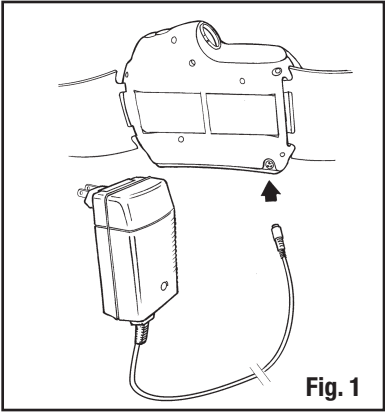

Fig. 1
3. Conecte la salida del cargador en la conexión de carga de la batería (Fig. 1).